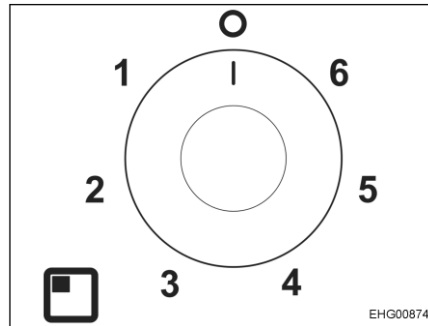

Bild 128 Vridregulator för elektrokokplatta
- Ställ in vridregulatorn (Bild 128) till önskad temperaturnivå.